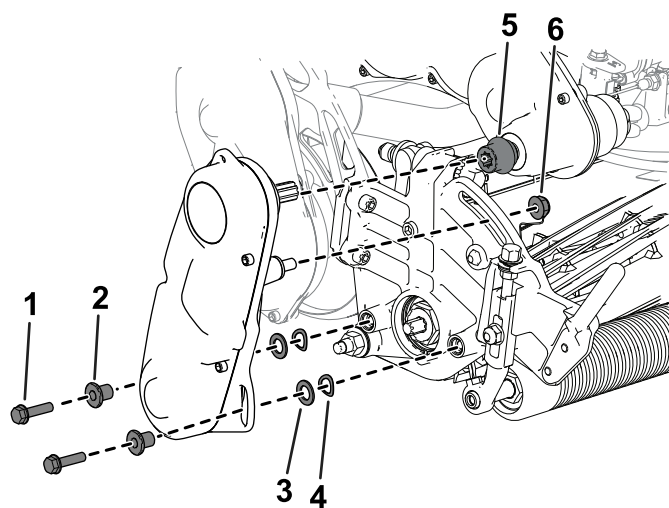

Рисунок 46
- Используйте ранее снятые винты с внутренним шестигранником, шайбы и проставки, чтобы прикрепить узел привода барабана к боковой пластине режущего блока (Рисунок 46).
Убедитесь, что ведущий вал привода барабана установлен в муфту ведущего вала трансмиссии (Рисунок 46).